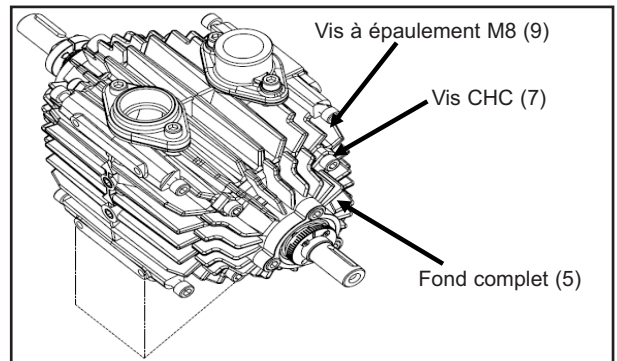

Figure 27
5. Installez le second fond complet en suivant les instructions données à l'étape 2 ci-dessus ; voir la figure 27.